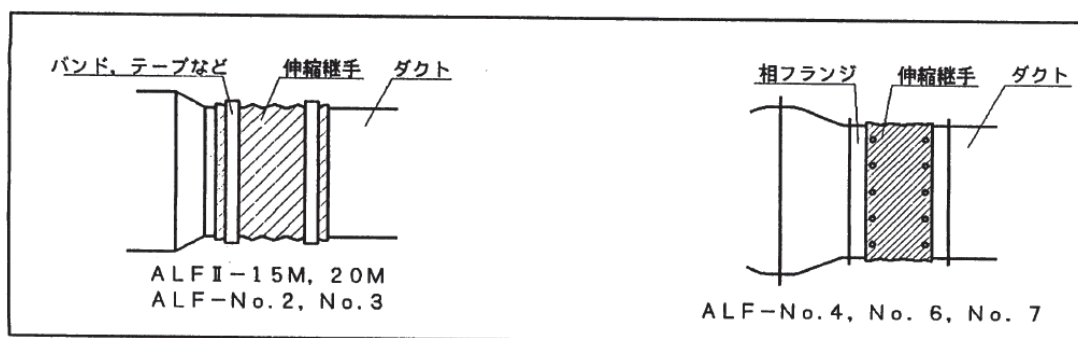

図 6 接続方法
- (2) ALF-15M、20M および ALF-No.2、No.3 は、図 6 のように送風機と伸縮継手をバンド、テープなどで接続してください。